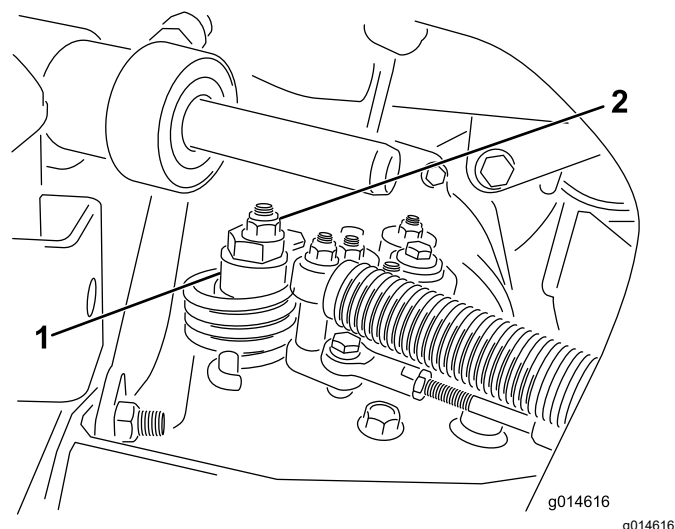

図 37
- A. 偏芯ナットをハイドロスタット上部に止めているナットをゆるめる 図 37。
- C. どちらにも車輪が回らないように偏芯ナットを回して調整する。調整ができれば固定ナットを締める 図 37。スロットル低速 および高速位置で調整が正しいことを確認する。